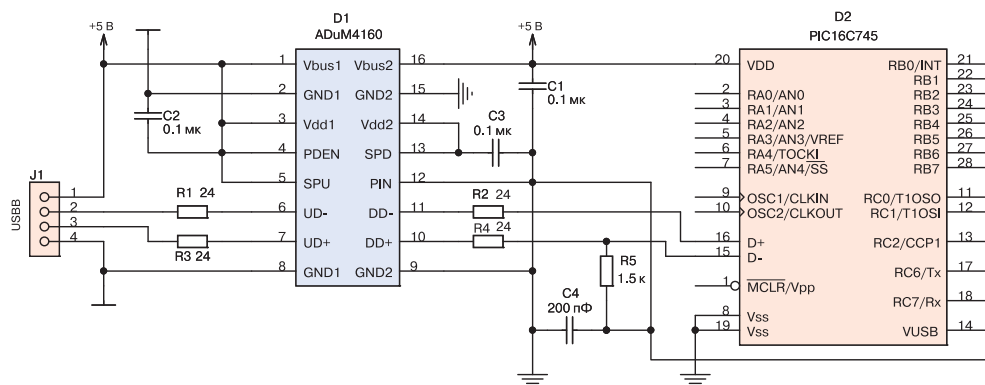

Рис. 8. Схема включения ИМС ADuM4160 в качестве периферийного изолированного порта
1. Периферийный изолированный порт для передачи информации. Это базовая конфигурация. Пример организации такого порта приведен на рис. 8.